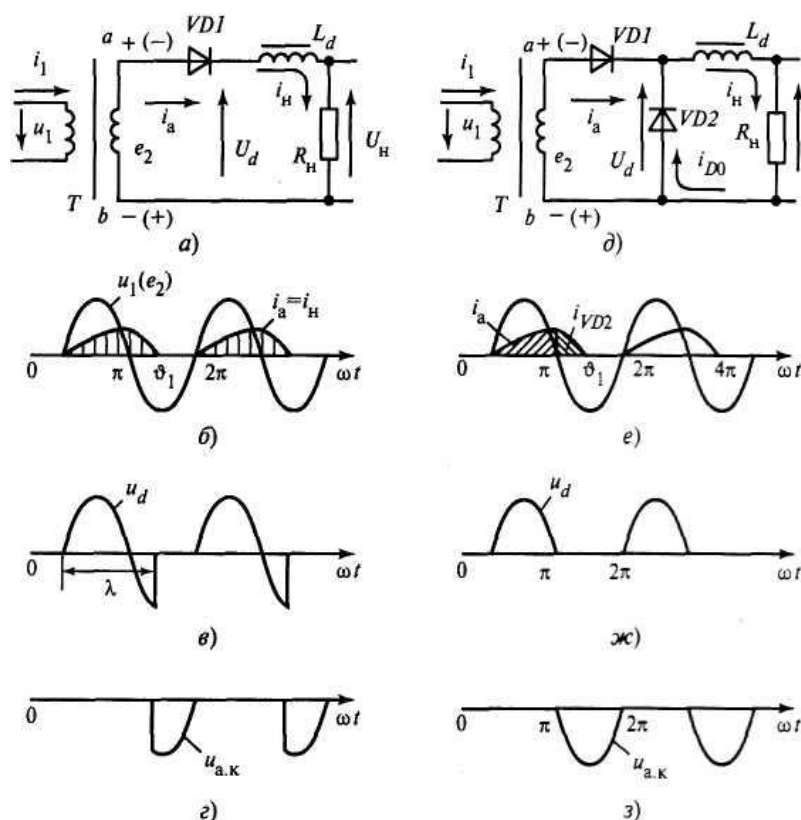

Рис. 4. Работа выпрямителя на активно-индуктивную нагрузку.
Принципиальная схема и временные диаграммы, иллюстрирующие работу схемы, показаны на рис. 4, а—г. При введении в нагрузку, кроме резистора R_H , реактора с индуктивностью L_d ток $i_d = i_H$ будет определяться уравнением:
Вентиль пропускает ток на интервале $\lambda > \pi$ (рис. 4,б), т.е. и при отрицательном напряжении на вторичной обмотке трансформатора. Это
объясняется тем, что в индуктивности L на интервале $0—\pi$ запасается электромагнитная энергия. При уменьшении тока нагрузки на индуктивности возникает ЭДС самоиндукции такой полярности, что значение отрицательного потенциала катода вентиля становится больше отрицательного потенциала анода. Диод проводит ток до тех пор пока ток нагрузки не упадет до нуля, поэтому на выходе выпрямителя напряжение u_d изменяется по закону изменения напряжения на вторичной обмотке трансформатора e_2 (рис. 4,б) в течение всего времени проводящего состояния диода, и на входе фильтра появляются участки отрицательного напряжения.
- на нагрузке возникают временные интервалы, в которых напряжение имеет отрицательный знак, что приводит к уменьшению среднего значения U_d (рис. 4,б);
- в кривой напряжения на вентиле (рис. 4,з) наблюдается скачок обратного напряжения. При протекании прямого тока на $p-n$ переходе диода накапливается заряд, при скачке обратного напряжения возникает импульс обратного тока через диод. Это приводит к появлению перенапряжений на индуктивностях схемы, что может привести к выходу из строя диодов.
Эффективным способом исключения вышеназванных явлений является включение обратного (нулевого) диода $VD2$ (рис. 4,д). На интервале $0—\pi$ ток нагрузки протекает через диод $VD1$, диод $VD2$ находится под обратным напряжением и ток не проводит. При $\vartheta > \pi$ диод $VD1$ запирается, ЭДС самоиндукции дросселя создает условия для отпирания диода $VD2$ и энергия, накопленная в катушке индуктивности, отдается в нагрузку (рис. 4,е). В этом случае напряжение на выходе выпрямителя не имеет отрицательных участков, т.е. на выходе выпрямителя будет такое же значение напряжения, как и при активной нагрузке, а также на вентиле не будет бросков обратного напряжения (рис. 4,ж, з).